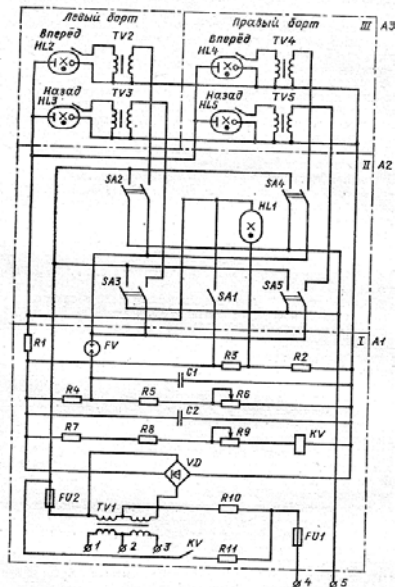

Рис. 2
2. Светоимпульсная отащка СИО-220, характерные неисправности, их устранение. Состав схемы, принцип работы, требования Регистра РФ, применение. (рис. 2).